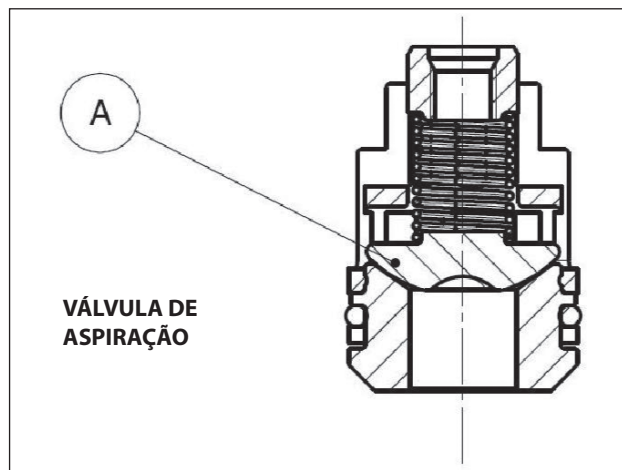
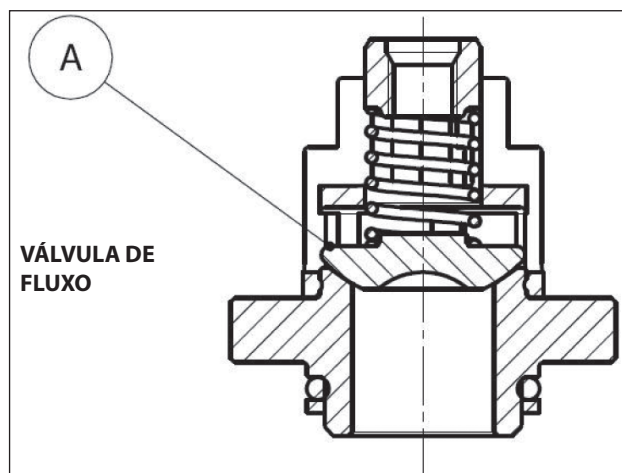

Fig. 26
Fig. 27
2. Para versão HF18, no entanto, preste atenção para não inverter também as válvulas esféricas de aspiração com aquelas de fluxo "A" (Fig. 26, Fig. 27), pos. de explosão 46, conforme indicado no capítulo 16 do Manual de uso e manutenção.